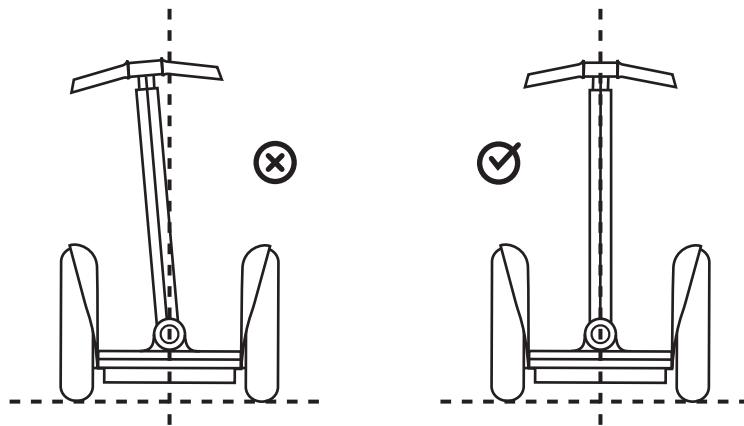

**Abbildung 4.** Sicherstellen, dass der Spannkeil mit der gekrümmten Seite nach unten eingebaut wird
7. Sollten die Spannkeile nicht installiert sein, befestigen Sie sie jetzt auf beiden Seiten unten am LeanSteer-Rahmen (mit der abgerundeten Seite nach unten) und drehen Sie die Schraube lose hinein. Siehe Abbildung 4.